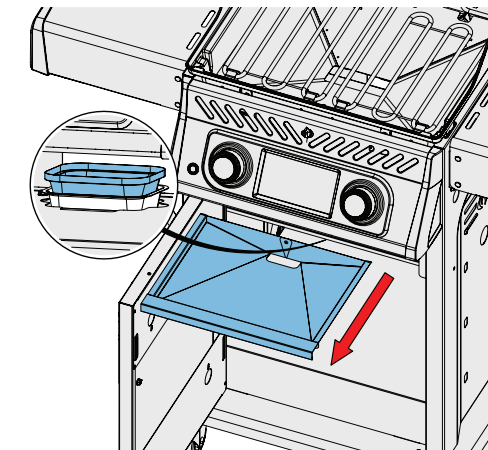

Abb. 8
1. Schieben Sie die Tropfschale aus dem Gerät, um die Einweg-Fettauffangschale zu erreichen oder die Tropfschale zu reinigen. (Abb. 8)
- Reinigen Sie regelmäßig, um Fettansammlungen zu vermeiden – etwa alle 4-5 Anwendungen. (Abb. 8)